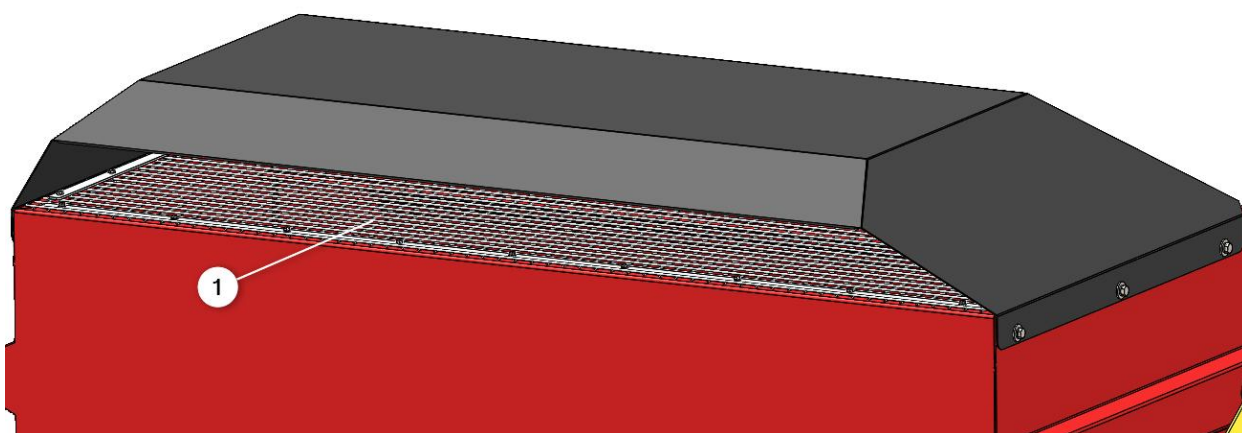

Fig. 16
Preste especial atención a mantener limpia la abertura de descarga de aire de la tolva (1), ya que es muy importante para el correcto funcionamiento de la máquina (Fig. 16).